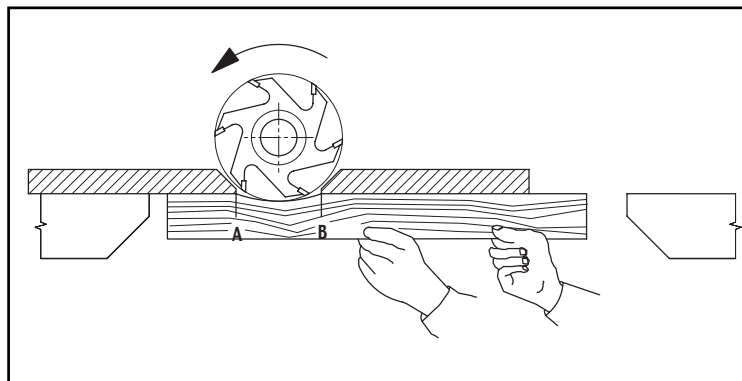

Fig. 6.37
*Questa pratica di lavoro è molto pericolosa: vi è la possibilità di rigetto del pezzo. Per prevenire ciò, è necessario usare sistemi di arresto applicati alla guida in ingresso ed uscita (vedi fig.6.37).*